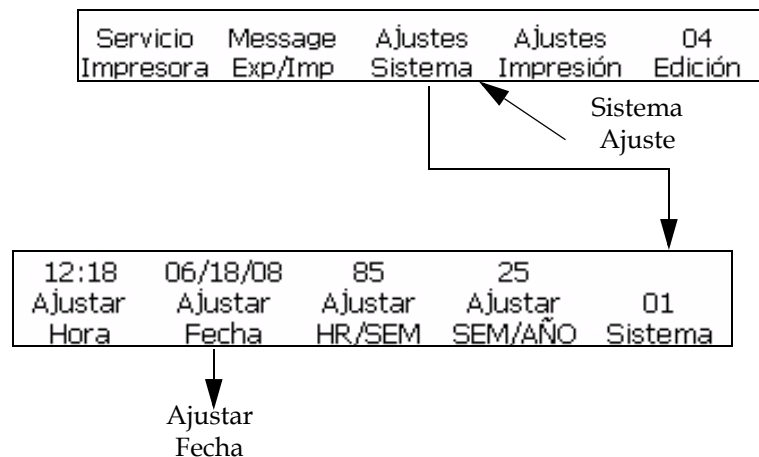

Figura 4-21: Marco <01 Sistema>
- Desplácese hasta el marco <01 Sistema> (01 Edición > 02 Edición > 03 Edición > 04 Edición - Sistema Ajuste > 01 Sistema). Consulte la Figura 4-21.